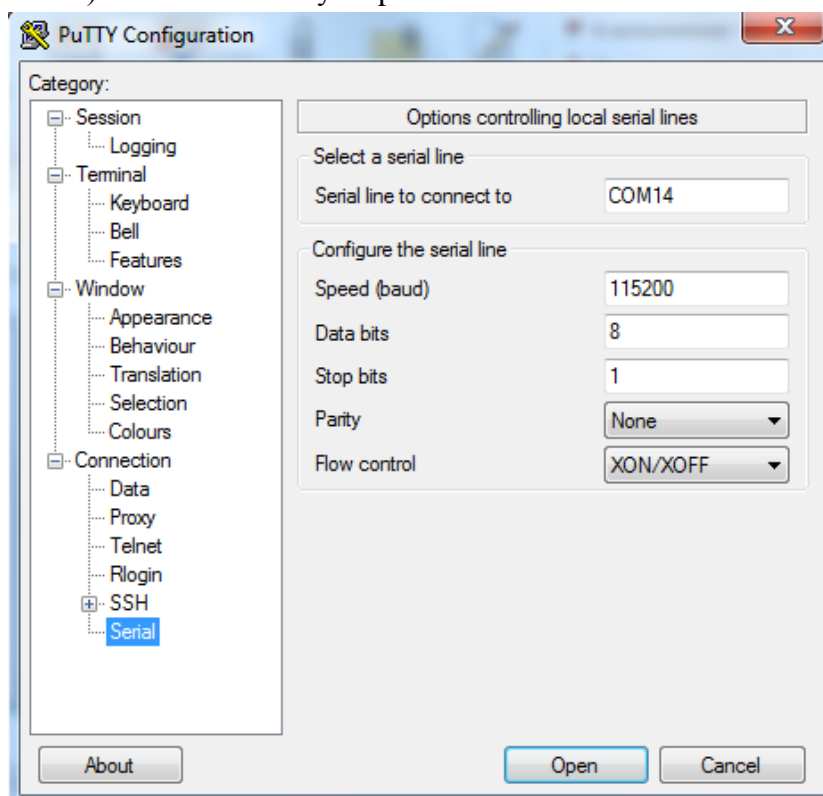

Рисунок 5. Установка параметров COM-порта
- в разделе «Serial» выбрать настройки: 115200 8; N; 1; (см. Рис. 5),
В открывающемся окне установить параметры соединения согласно Рис. 5 и нажать «Open».